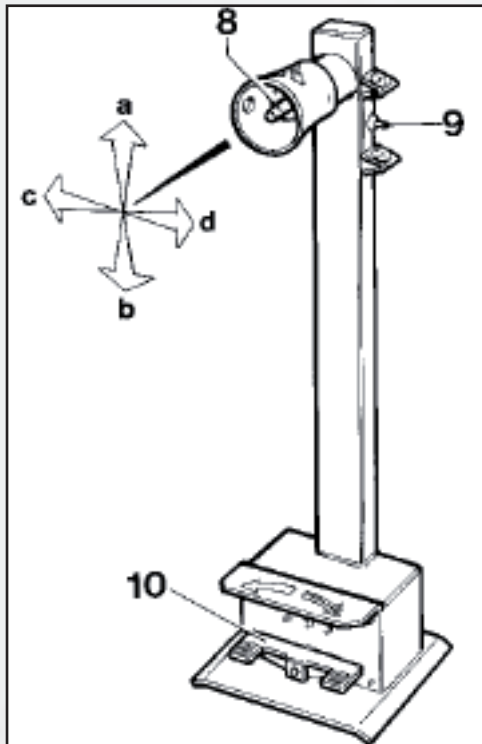

Рисунок 7
Мобильная стойка управления (рис.7) позволяет оператору выбрать рабочее положение, наиболее удобное для каждого из случаев. На этой стойке сконцентрированы все команды, а именно: манипулятор 8 (рис.7) в положении «а» поднимает кронштейн самоцентрирующейся цанги; в положении «b» - его опускает; в положении «с» приближает инструментальную каретку и мобильную платформу к самоцентрирующейся цанге; а в положении «d» - отдаляет.
- выключатель 9 (рис.7): при повороте вверх открывает зажимы самоцентрирующейся цанги (блокирует); при повороте вниз закрывает зажимы (разблокирует).
- педаль 10 (рис.7): при нажатии на правую или левую сторону вращает самоцентрирующую зажимную цангу соответственно направлению стрелок.